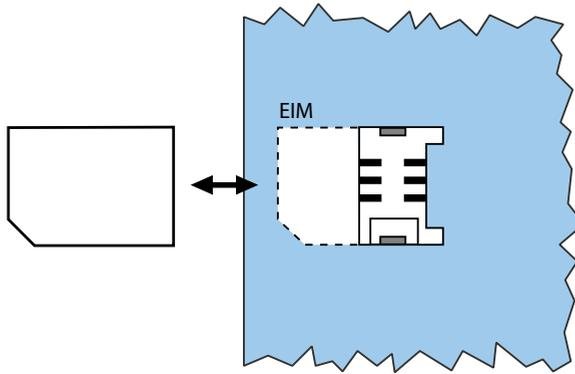

Fig. 76 Carte EIM
4. Glissez la nouvelle carte EIM sous les pattes de guidage jusqu'à ce qu'elle se coince dans le support de carte à puce. Assurez-vous que les contacts de la carte EIM se trouvent en bas et que le coin biseauté de la carte EIM pointe contre le bord de la carte-mère (voir Fig. 76).